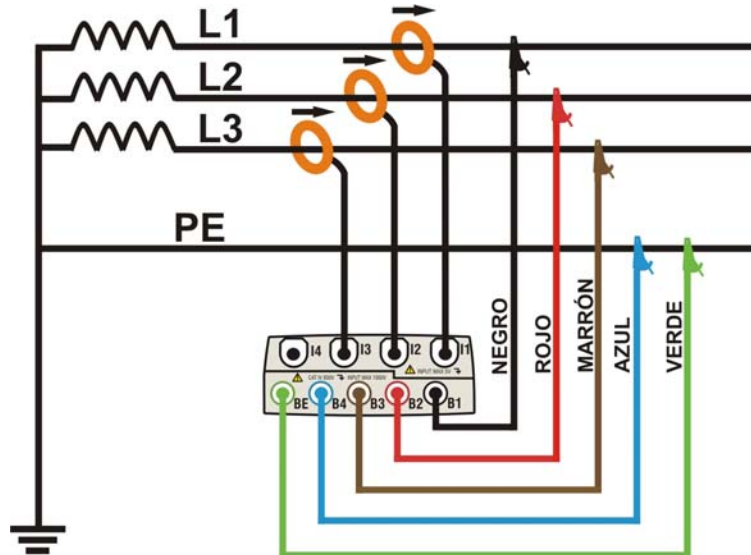

Fig. 194: Conexión del instrumento en un sistema Trifásico 3-hilos
2. Conecte los cables de medida de tensión sobre los conductores de Fase L1, L2, L3 respetando los colores como muestra la Fig. 194. **Verifique en el visualizador la indicación "123" relativa al correcto sentido cíclico de las fases** (ver el párrafo 5.2.1) y efectuar las oportunas correcciones hasta cumplir tal situación.
3. Conecte las pinzas de corriente sobre el conductor de Fase L1, L2, L3 como muestra en la Fig. 194 **respetando el sentido de la flecha** presente sobre la misma pinza que indica la dirección convencional de la corriente desde el generador a la carga. **Verifique siempre, en la pantalla de la sección Visualización Medida, que las Potencias Activas P1, P2, P3 sean siempre positivas y que el factor de potencia Pf1, Pf2, Pf3 sea correspondiente a la carga, normalmente inductivo**, antes de activar un registro. En caso de valores negativos de las potencias activas gire la pinza 180° sobre el conductor interesado.